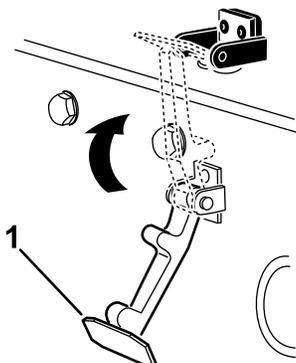

Рисунок 34
6. Введите защелку в зацепление с кронштейном защелки капота (Рисунок 34).